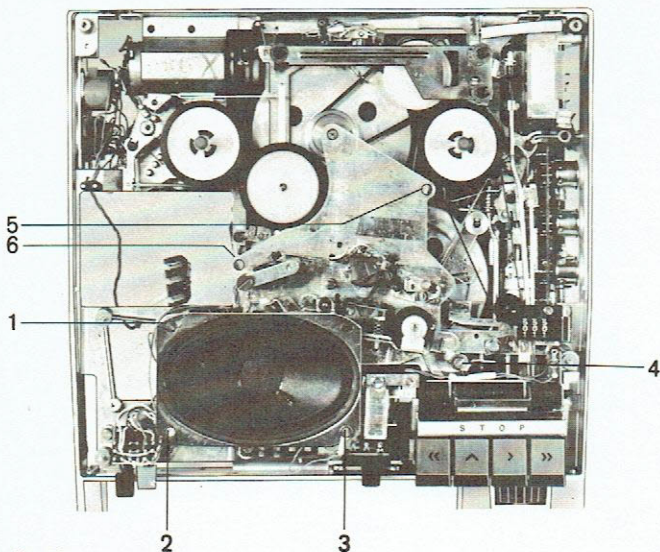

Fig. 8:
Enlever les caches supérieures. Faire basculer vers l'avant le haut-parleur après avoir enlevées les trois vis 1, 2 et 3 (Fig. 8) (intercaler un chiffon pour éviter de rayer la poignée).
Dévisser les trois vis de fixation 4, 5 et 6 (Fig. 8) de la plaque support de têtes. (Pour la vis (4) attention à ne pas égarer la rondelle accompagnant la vis de l'écarteur d'arrêt rapide!)